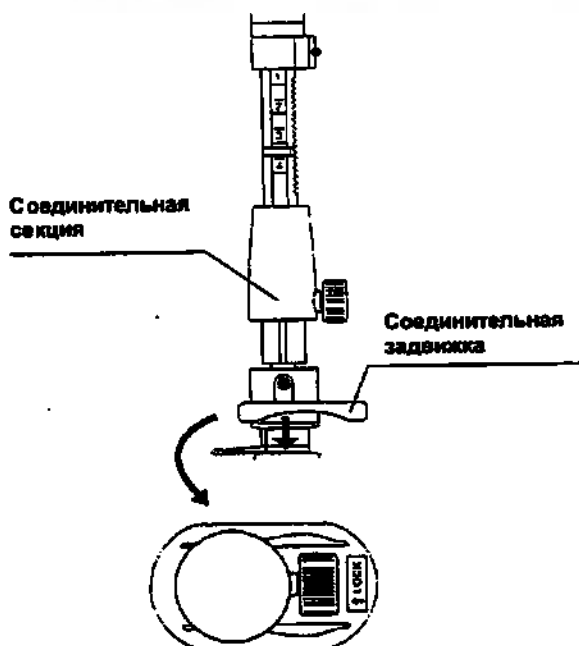
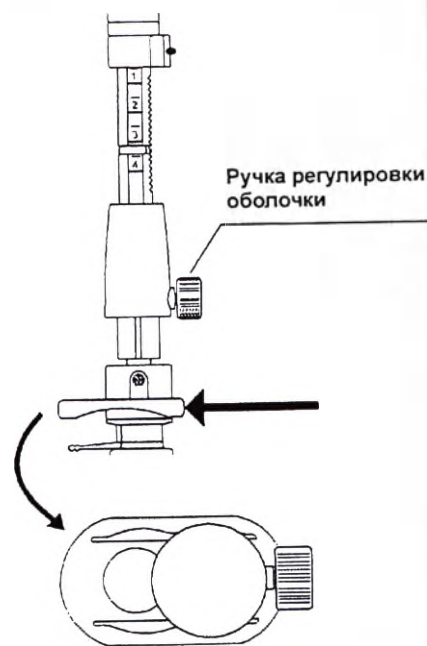

Рис. 10.
Рис. 11.
6. Продвиньте рукоятку в направлении клапана для биопсии с переходником до упора (см. Рис. 10.), а затем переместите соединительную задвижку до щелчка (см. Рис. 11.). Убедитесь в том, что соединительная задвижка установлена, как показано на Рис. 11., и что рукоятка надежно прикреплена к блоку управления эндоскопа.